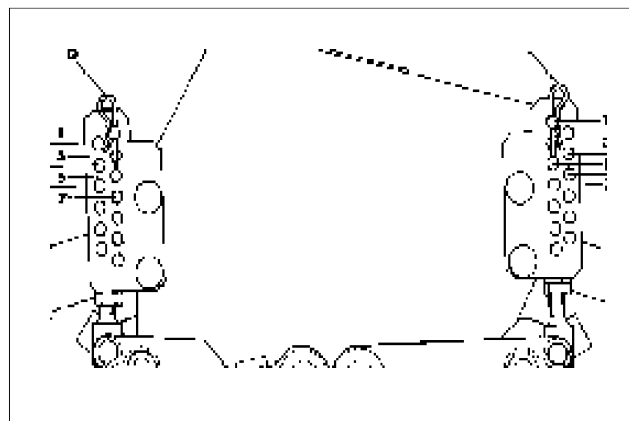

Fig.19
3. Haal met behulp van de instelbalk op de voorste –en de achterste rol de borgmoeren los door de R-clip (B in Afb. 19) te verwijderen en de trommel en de pen uit de sledeplaat te trekken en draai het geheel zodanig dat de onderkant van de boutkop van de instelbalk in lijn met de snijkant van het onderste mes ligt. Zet als de rollen zijn ingesteld de borgmoer vast, plaats de pen in het bovenste gat van de sledeplaat en breng de R-clip weer aan.